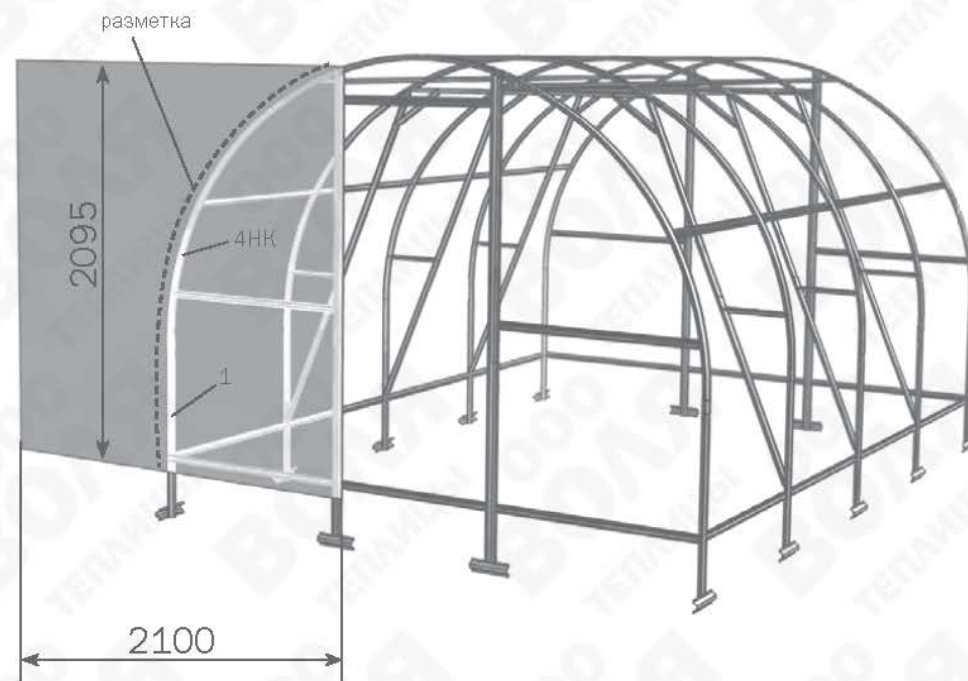

Рис. 16
РИС. 15 и РИС. 16
1. Раскройте лист покрытия для торцов. Для этого отрежьте от листа поликарбоната длиной 2095 мм (см. линии реза на рис.15). Чтобы сделать шаблон бокового куса покрытия, приложите вырезанный кусок к собранному торцу теплицы и, не снимая защитной пленки с поликарбоната, нанесите разметку шаблона на листе покрытия по деталям 4вк, 4нк и 1 с припуском (рис.16). При разметке край листа строго совмещается по кромке деталей 9-1, 9-2. Вырежьте шаблон. Разметьте оставшуюся часть листа, используя вырезанный шаблон, в соответствии со схемой раскроя (рис.15).